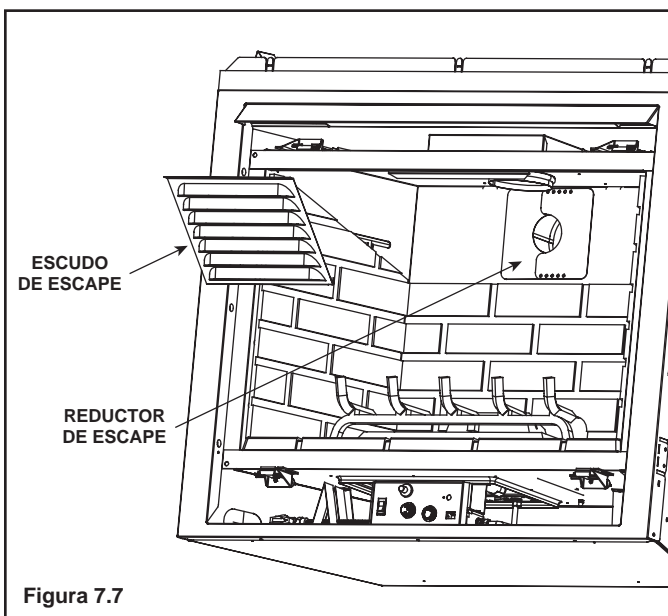

Figura 7.7
1. Retire los cuatro tornillos que sujetan el escudo de escape con una llave para tuercas de 1/4 pulg (consulte la Figura 7.7)